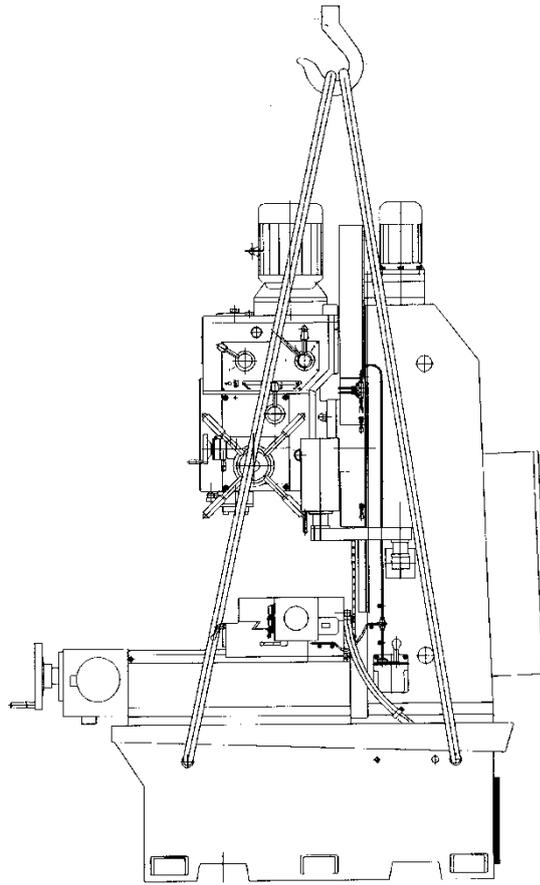

Рис.8
11.1 Транспортировка (см. рис.8)
Операторы должны выполнять погрузку или разгрузку в соответствии со знаком на внешней стороне упаковочной коробки. Удары или вибрации запрещены. Открывать коробку нужно осторожно, чтобы не поцарапать краску на поверхности станка. После открытия упаковочной коробки проверьте все аксессуары имеются в наличии в соответствии с упаковочным листом, проверьте также, есть ли повреждения оборудования и сообщите нам об этом как можно скорее, чтобы решить эту проблему, затем доставьте станок с помощью вилочного погрузчика. При транспортировке станка с помощью крана расположите стальной трос в соответствии с рис. 8 и вставьте несколько прокладок или мягкую ткань между поверхностью станка и стальным тросом и при необходимости обратитесь за помощью во время транспортировки.